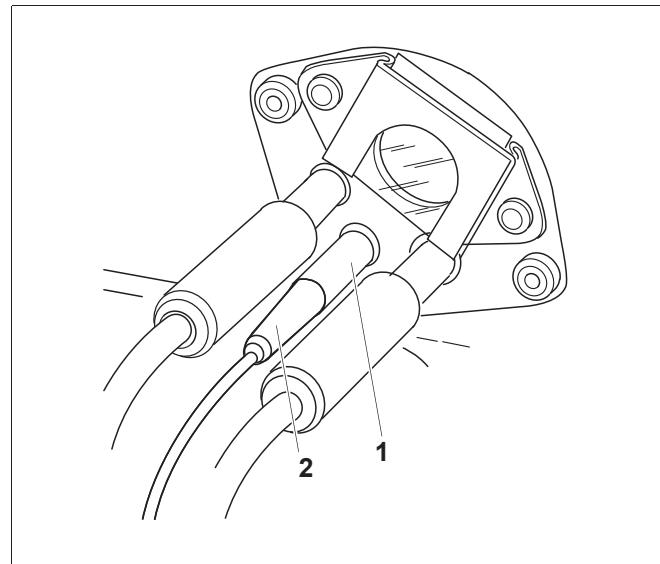

Рис. 30 Отсоединение ионизационного кабеля
- Отсоедините провод (рис. 30, **поз. 2**) от ионизационного электрода (рис. 30, **поз. 1**).